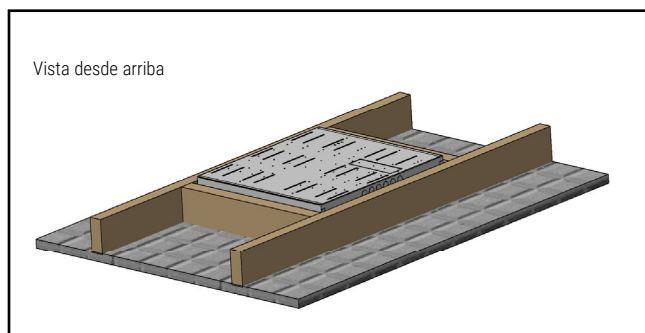

Figura 9
4. Ensamblaje terminado del marco DFVR (Figura 9)